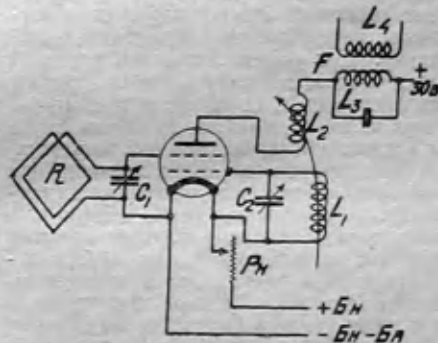
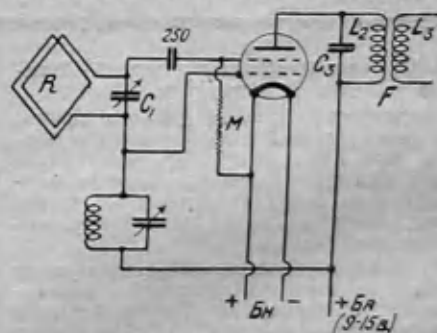

Рис. 1.
Рис. 2.
Рис. 1 дает принципиальную схему двухтактного коротковолнового приемника, предлагаемую автором реферируемой статьи инж. Aubertom. В указанной схеме L — аперийная антенна, L_1C колебательный контур сетки обеих ламп. Катушка L_1 имеет среднюю точку, которая соединена с минусом накала через конденсатор C_1 (200—250 см), шунтированный сопротивлением в 1—1,5 мегома; средняя точка катушки обратной связи (L_2) соединена через телефон (T) с плюсом высокого напряжения.
Основная схема супера с двухсеточной лампой указана на рис. 1. На рис. 2 приведена та же часть супергетеродина собранная по схеме „Негадина“. Значение отдельных элементов этой схемы рис. 1 таково.